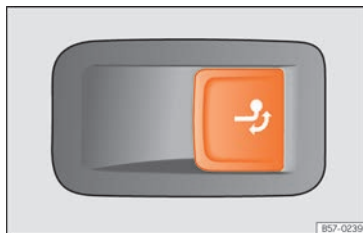

Abb. 179 Auf der rechten Seite im Gepäckraum: Taste zur Entriegelung der Anhängerkupplung.
- Ziehen Sie kurz an der Taste »» (Abb. 179).
- Ziehen Sie kurz an der Taste »» (Abb. 179). Die Anhängerkupplung wird elektrisch entriegelt.
- Drücken Sie keinesfalls die Taste »» (Abb. 179), wenn ein Anhänger oder ein Gepäckträger oder anderes Zubehör auf der Anhängerkupplung eingehängt ist.